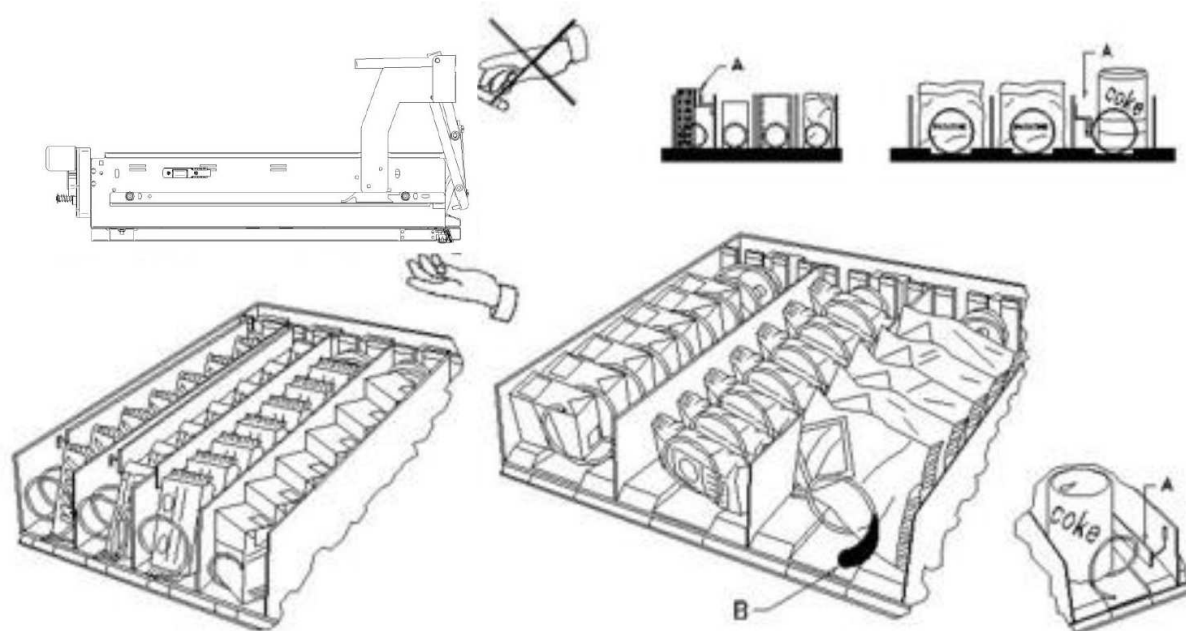

fig. 3
7.2 DISTANZIATORI PER PRODOTTI SUI CASSETTI (fig. 3)
7.3 ESPULSORE PER PRODOTTI (fig. 3)